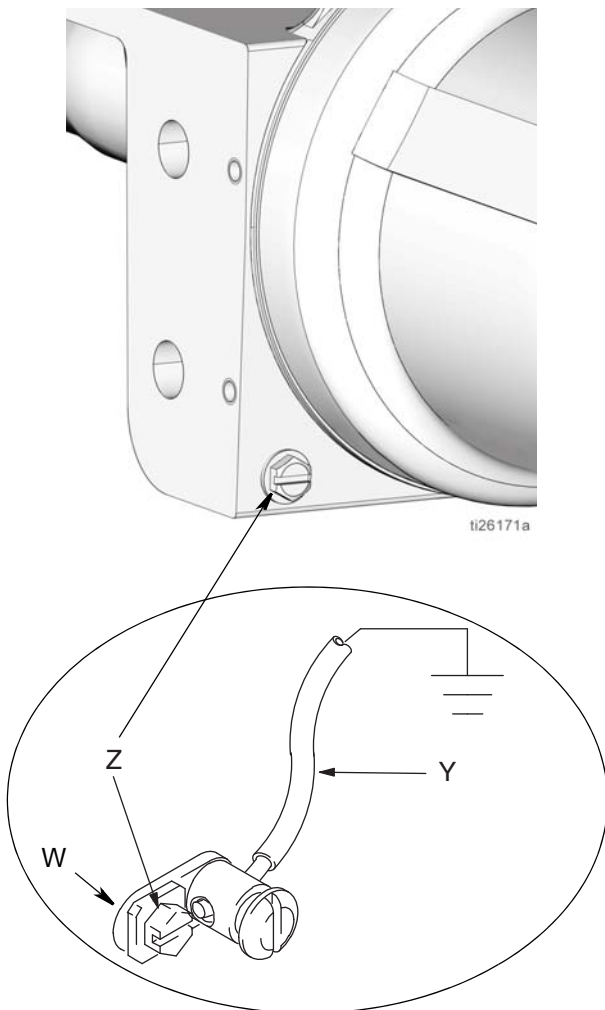

Рис. 2
**Каким образом заземлить насос:** Выкрутите болт заземления (Z), расположенный на задней стороне основания насоса, и вставьте его в проушину круглой клеммы (W) на конце провода заземления (Y). Вкрутите болт заземления (Z) обратно в основание насоса, и надежно затяните его. Другой конец провода заземления следует соединить с грунтовым заземлением. См. РИС. 2.